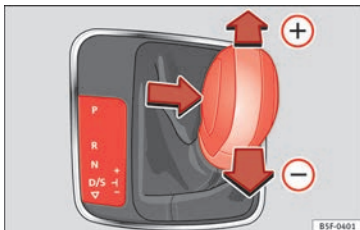

Bild 171 Växla med tiptronic.
- Tryck väljarspaken lätt framåt » **bild 171** för att växla upp till högre växlar.
- Tryck väljarspaken lätt bakåt » **bild 171** för att växla ned till lägre växlar.